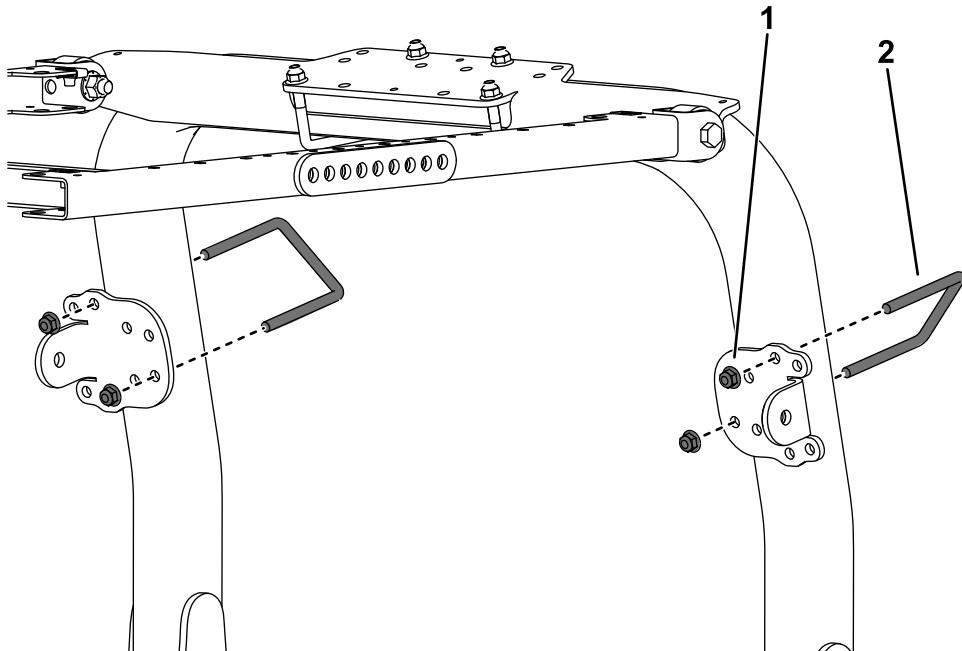

Figure 32
9. Utilisez les trous indiqués à la Figure 32 pour fixer légèrement chacun des supports de renfort aux montants de l'arceau de sécurité à l'aide d'un étrier fileté ($3\frac{1}{8}$ " x 5") et de 2 écrous à embase.